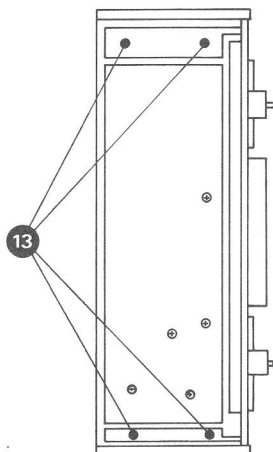

Fig. 3.3.-3
- Dévisser les deux vis se trouvant aux extrémités de la plaque de commande ⑪, tenir cette dernière contre soi par le bas.
- Déconnecter les trois fiches peigne ⑫ Fig. 3.3. - 2.
- Dévisser les 4 (grandes) vis se trouvant à la base du pupitre de mélange ⑬ (Fig. 3.3. - 3).